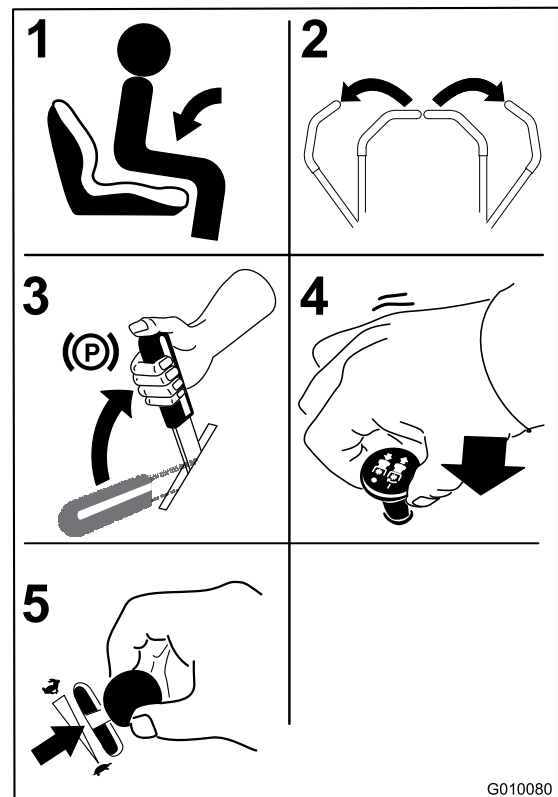

Bild 18
1. Setzen Sie sich auf den Sitz (Bild 18) und legen Sie den Sicherheitsgurt an.
2. Stellen Sie die Fahrtriabshebel in die arretierte Leerlauf-Stellung (Bild 18).
3. Aktivieren Sie die Feststellbremse (Bild 18); siehe Aktivieren der Feststellbremse“.
4. Stellen Sie den Zapfwellenantriebsschalter (ZWA) auf die Aus-Stellung (Bild 18).